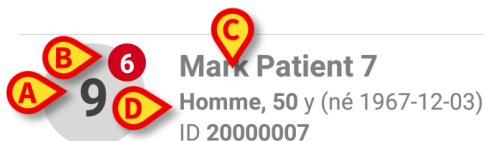

Fig 109
Chaque lit est représenté par une mosaïque (Fig 109).
- numéro de lit (Fig 109 **A**);
- nombre de messages non écoutés (le cas échéant) (Fig 109 **B**);
- nom du patient dans ce lit (Fig 109 **C**);
- données du patient (si disponibles: sexe, âge, date de naissance, ID patient - Fig 109 **D**).